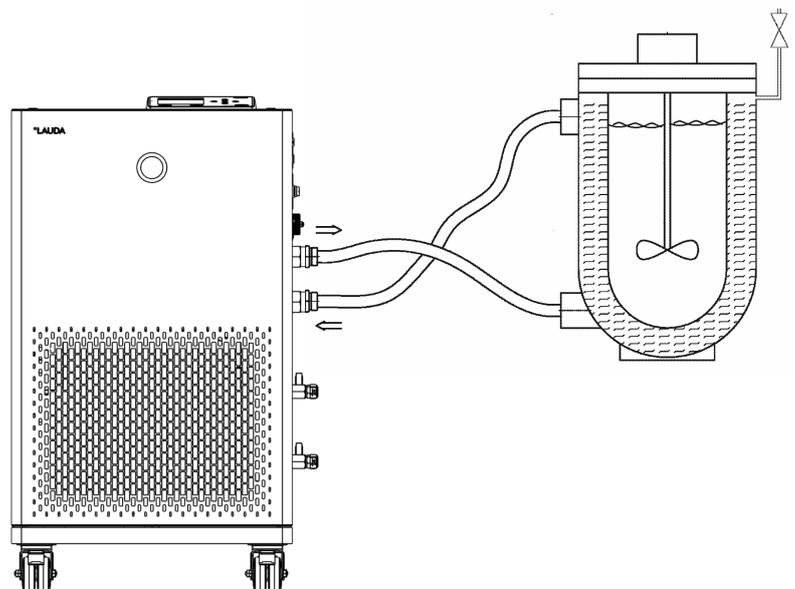

Abb. 12: Anschlusskizze mit Entlüftungsventil
- Ein Entlüftungsventil kann, je nach Bauart der Applikation, den Entlüftungsprozess deutlich vereinfachen. Das Entlüftungsventil muss an der höchsten Stelle des Kreislaufs angeordnet werden (Abb. 12).
Damit Gas-/Dampfblasen aus dem System abgeführt werden können und ein ungestörter Betrieb möglich wird, muss die externe Applikation gemäß Skizze (Abb. 12) angeschlossen werden. Der Vorlauf der Pumpe ist mit dem unten liegenden Anschluss der Applikation zu verbinden. Die Rückleitung zum Pumpenstutzen ist mit dem oben liegenden Anschluss der Applikation zu verbinden. Die Applikation wird somit von unten nach oben durchströmt.